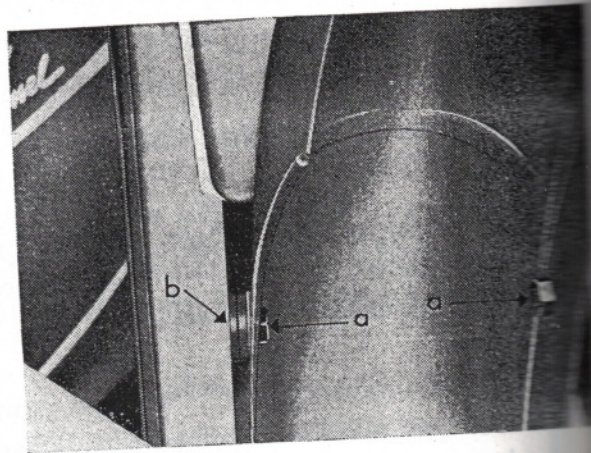

Abb. 97 Vorderradkotflügel von innen gesehen
4. Zwei Sechskantschrauben „a“ (Abb. 97)
zwei Unterlegscheiben „b“ (Abb. 97)